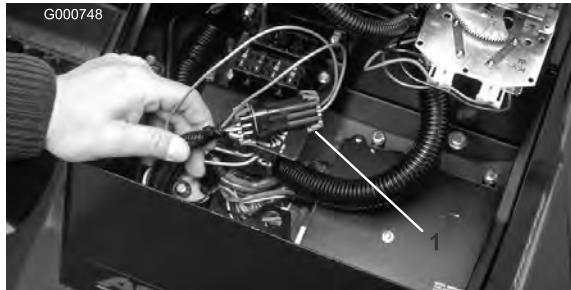

図 40
2. コントロールパネルのカバーを開ける。中に入っているワイヤハーネスとループバック・コネクタを見つける。ワイヤハーネスのコネクタからループバック・コネクタ(図 40)を注意深く外す。